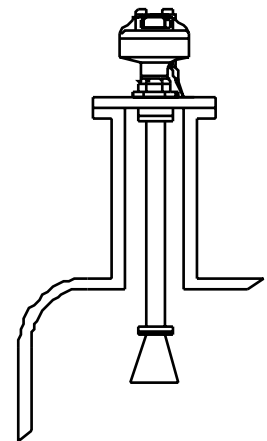

図 1 - 1 5
- (13) 図 1 - 1 5 のように取付台管が高い場合は延長パイプを接続します。台管内径がホーン径より小さい場合は、ホーンアンテナをタンク内より取り付けてください。